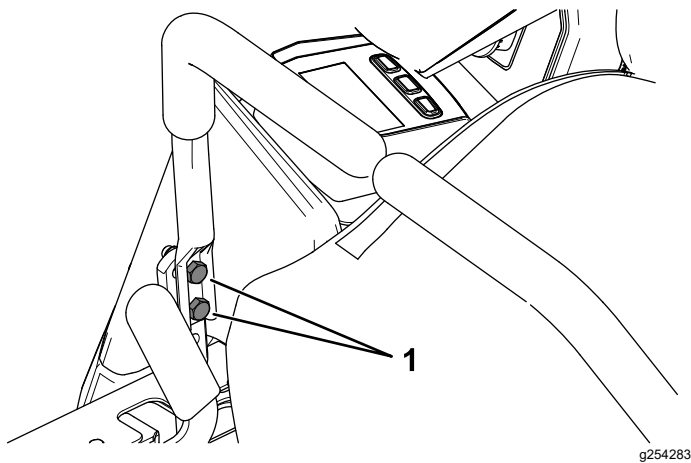

Figure 51
10. S'il est nécessaire d'ajuster l'alignement, desserrez les 2 boulons de montage du levier de commande de déplacement du côté mal aligné (Figure 51).
12. Serrez les 2 boulons de montage du levier de commande de déplacement (Figure 51).